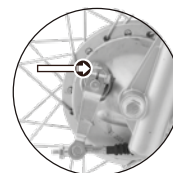

Imagen 20. Desgaste del freno delantero.
3. Verificar que el indicador de desgaste no alcance la línea de desgaste. Ver imagen 20.